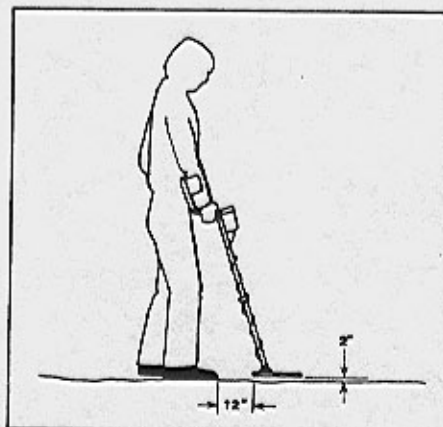

Рис. 2. Положение оператора в процессе работы.
6. Отрегулировав правильно длину штанги и угол наклона катушки, вы можете занять ваше "рабочее" положение (рис. 2), слегка наклонившись вперед и приподняв руку (все еще вытянутую) таким образом, чтобы катушка находилась на расстоянии 30 см от вашей ноги на высоте 5 см над землей. катушка должна быть параллельна поверхности грунта (возможно потребуется слегка подрегулировать угол наклона ее к штанге).